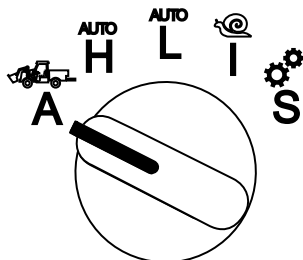

Figura 24
33. Gire el mando del selector de modo a la posición ATTACHMENT (Accesorio) (Figura 24).